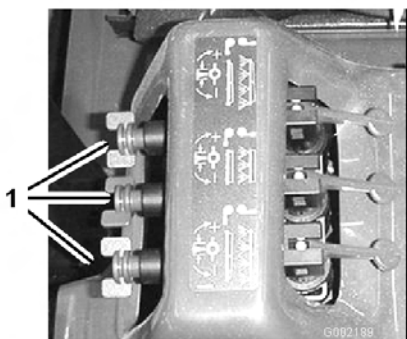

Figura 27
12. Ajuste a válvula de distribuição da rampa (Figura 27) na válvula de controlo da rampa que desligou até a leitura da pressão no manómetro ser idêntica à registada no passo 9.